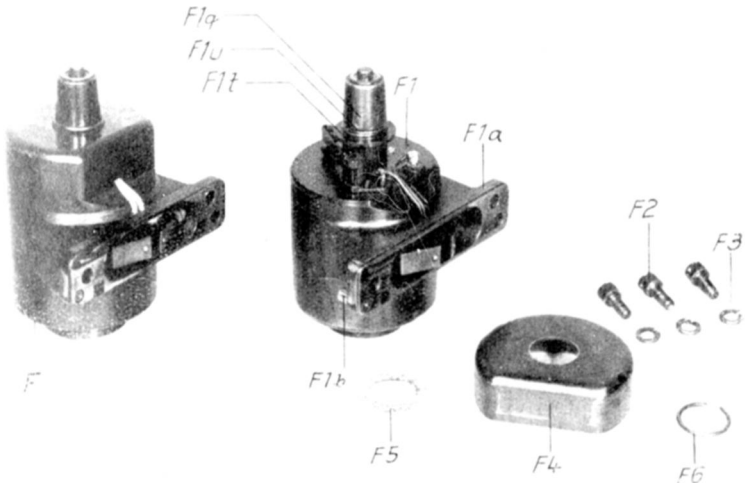

Abb. 40: EA 151 1; Elektrische Abzugseinrichtung; Einzelteile
F. Elektrische Abzugseinrichtung EA 151/1 (F) (Abb. 40—42)
Die Kappe (F4, Abb. 40) ist über den Hals (F1q) des Gehäuses geschoben und schützt die Löffahnen und den Sparschalter. Sie liegt auf dem Bund (F11) und dem Filzring (F5) auf und wird durch einen in die Nut (F1u) eingelegten Ring (F6) gehalten.